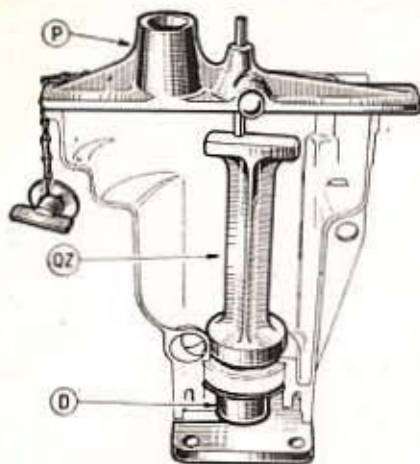

Fig. 71. — Détermination de l'épaisseur de la cale du roulement AR
- Monter l'extracteur D et son entretoise pour maintenir le roulement contre l'épaulement du carter (fig. 71).